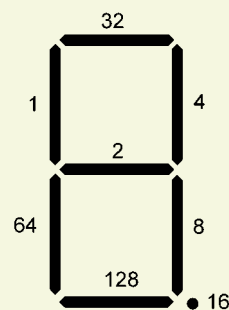

Fig. 1
**D** = forza tutti i digit a mostrare ciascuno il proprio indirizzo; è utile, ad esempio, per cercare l'origine di errori di composizione delle informazioni visualizzate (cifre nelle posizioni sbagliate ecc.); gli address da 1 a 9 appaiono come sono (1÷9) quelli da 10 a 19 si presentano come **0.-9.** e quelli da **20 a 255** sono composti con i segmenti a ciascuno dei quali è associato un peso binario secondo quanto mostrato in Fig. 1; quindi, se si accende il solo segmento centrale l'indirizzo è 2, mentre con accesi tutti i segmenti orizzontali viene rappresentato l'address 162.
**B** = indica quali segmenti accendere, con un numero da 0 a 255 che costituisce la somma dei valori assegnati ai singoli segmenti, secondo la solita Fig. 1; ad esempio, per mostrare lo zero, il comando deve contenere il valore 237(1+4+8+32+64+128).
**F** = forza l'indirizzo predefinito (1) in tutti i display al momento collegati al computer.